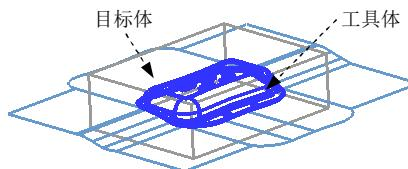

图 1.41 定义目标体和工具体
Step2. 创建求差特征。选择下拉菜单 **插入(S)** → **组合(B)** → **求差(S)...** 命令，系统弹出“求差”对话框；选取如图 1.41 所示的工件为目标体，选取产品模型为工具体；在 **设置** 区域中选中 **保存工具** 复选框，其他参数采用系统默认设置值；单击 **<确定>** 按钮，完成求差特征的创建。